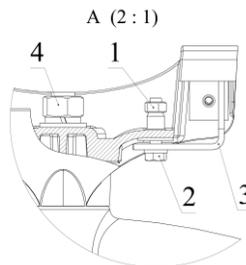

Рисунок 2
10.1 Ослабить гайки М6 (поз.1) открутить не до конца болты М6 (поз.2) таким образом, чтобы прижимные скобы (поз.3) могли свободно перемещаться (Рисунок 2).